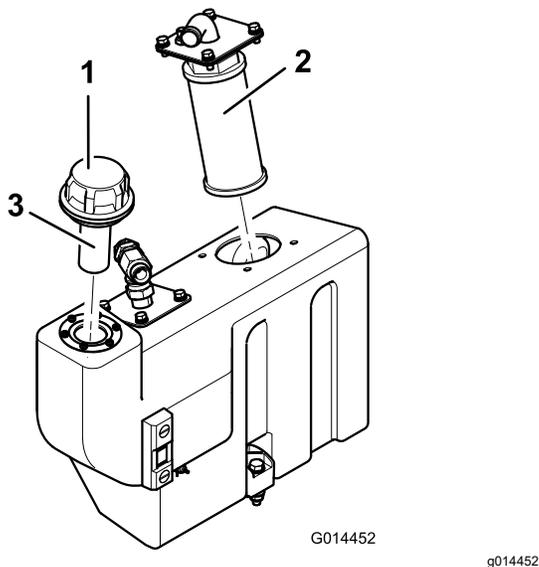

図 73
- オイルタンクのサクシオンフランジを取り外して、サクシオンストレーナにアクセスする(図 73)。
- ストレーナーを緩めて取り外し、再取り付けする前にパラフィンまたはガソリンで清掃する(図 73)。